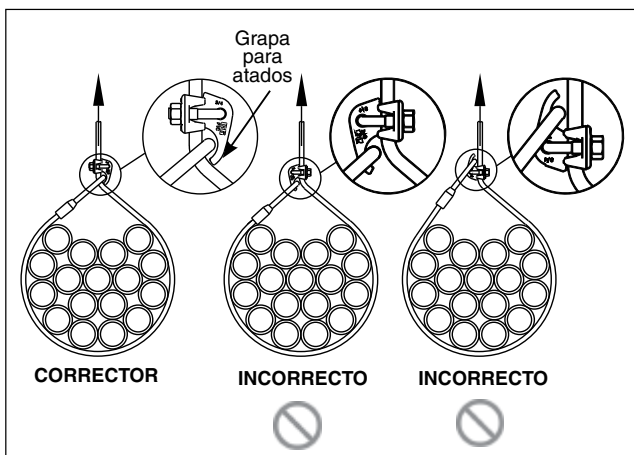

Figura 3
- No use la grapa para atados para formar un enganche. (ver Figura 3).
3. Luego de la carga inicial, instale la grapa para atados en la orientación correcta, con la parte curva (la punta de la grapa para atados) sobre el ojo de la eslinga. Inserte el perno en U a través de la grapa para atados. Coloque correctamente la base sobre el perno en U e instale las tuercas (ver Figura 3). Use una llave de torque para un ajuste parejo, alternando una tuerca y la otra hasta que la parte curva asiente en el cable y en la base de la grapa y se alcance la torsión recomendada (ver Tabla 1).